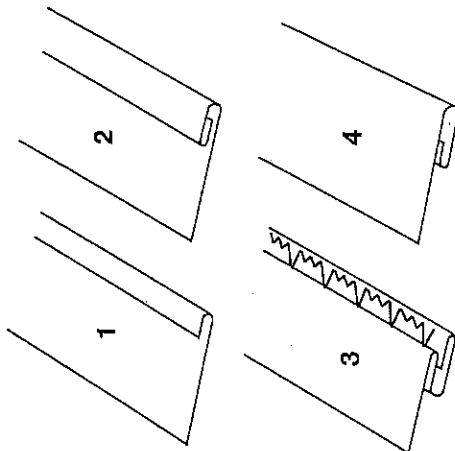

Abb. 32
Stoff mit der Innenseite nach oben legen und 1 cm einschlagen (1 Abb. 32). Den Saum in der gewünschten Breite umschlagen, wie in Zeichnung 2 gezeigt und heften. Nun den Saum so nach unten schlagen, daß die Kante des Umschlags etwa 3 mm vorsteht (3).